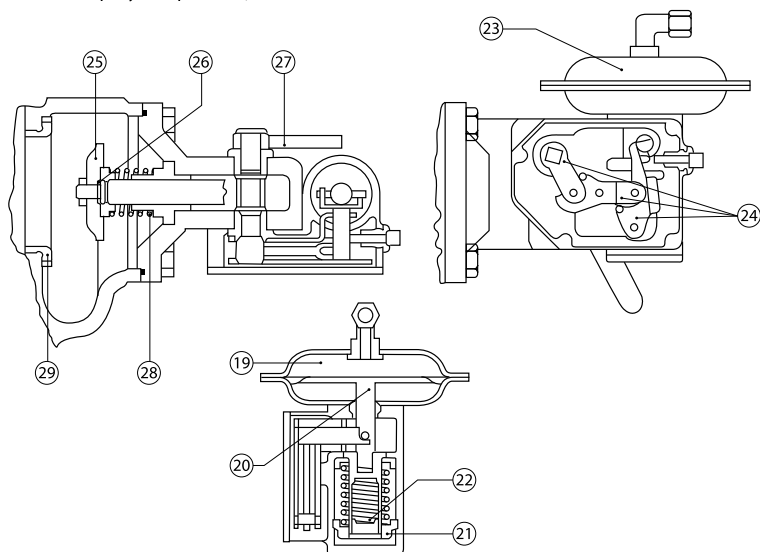

Рисунок 8 Сброс ПЗК (тип 8600)
- 9.1.2.6 Если регулятор оснащен ПЗК типа 8600 (см. Рис. 8):
1) Медленно поворачивайте рукоятку рычага сброса ПЗК (27) по часовой стрелке до открытия внутреннего байпаса (26) (см. рис. 8) Эта операция позволяет газу заполнить выходную камеру (11) и камеру (19). Выполнение данной операции можно контролировать по манометру (12).
2) После того как давление на выходе регулятора стабилизируется продолжайте поворачивать рукоятку рычага сброса ПЗК (27) по часовой стрелке до фиксации с управляющими рычагами (24). В этом положении рукоятка фиксируется;
9.1.2.6 Проверьте давление газа по манометру (12). Давление газа после регулятора должно быть в пределах, соответствующих установленному диапазону регулирования регулятора.